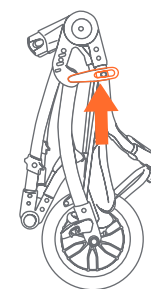
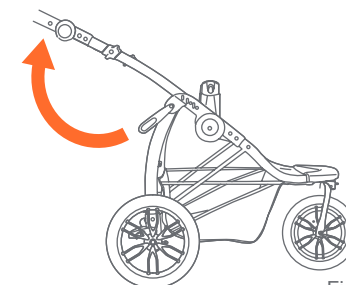

Fig. 20a
Fig. 20b
- 20) •** Destrabe la palanca de liberación (Fig. 20a). Despliegue el armazón del cochecito tirando hacia arriba del manubrio (Fig. 20b). La barra se trabará cuando las patas estén completamente extendidas.